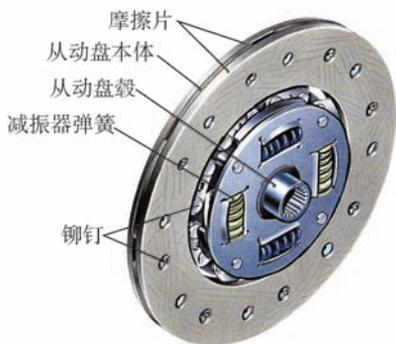
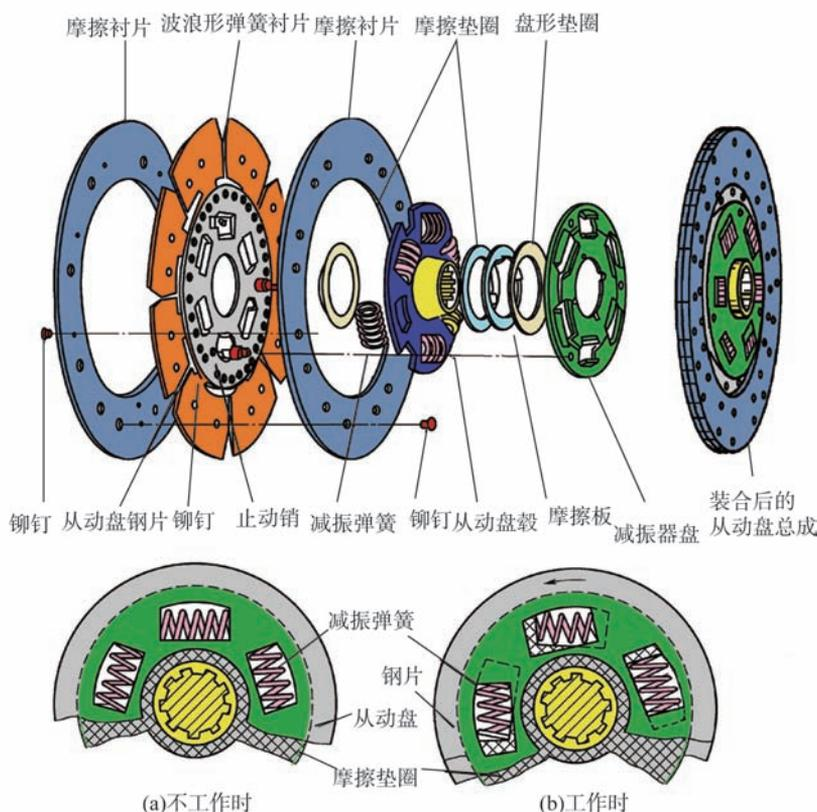

图 2-5 从动盘的结构
图 2-6 带扭转减振器的从动盘的结构和原理
2) 从动部分。从动部分包括从动盘和从动轴。从动盘主要由从动盘本体、摩擦片和从动盘毂等组成，如图 2-5 和图 2-6 所示。从动盘带有双面摩擦衬片，在离合器正常接合时分别与飞轮和压盘接触。从动盘通过中心滑动花键毂与从动轴上的花键相配合，从动轴是手动变速器的输入轴，其前端通过轴承支承在曲轴后端的中心孔中，后端支承在变速器的壳体上。
动盘。带扭转减振器的从动盘的结构和原理如图 2-6 所示。